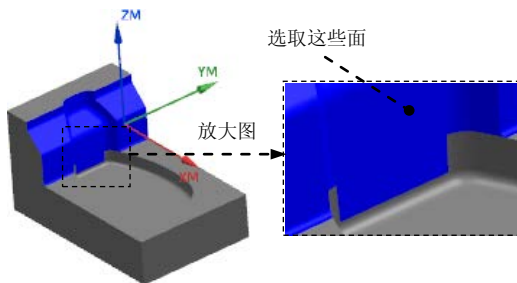

图 2.12 指定切削区域
Step2. 在图形区中选取图 2.12 所示的面 (共 23 个) 为切削区域, 然后单击“切削区域”对话框中的 **确定** 按钮, 系统返回到“深度加工轮廓”对话框。